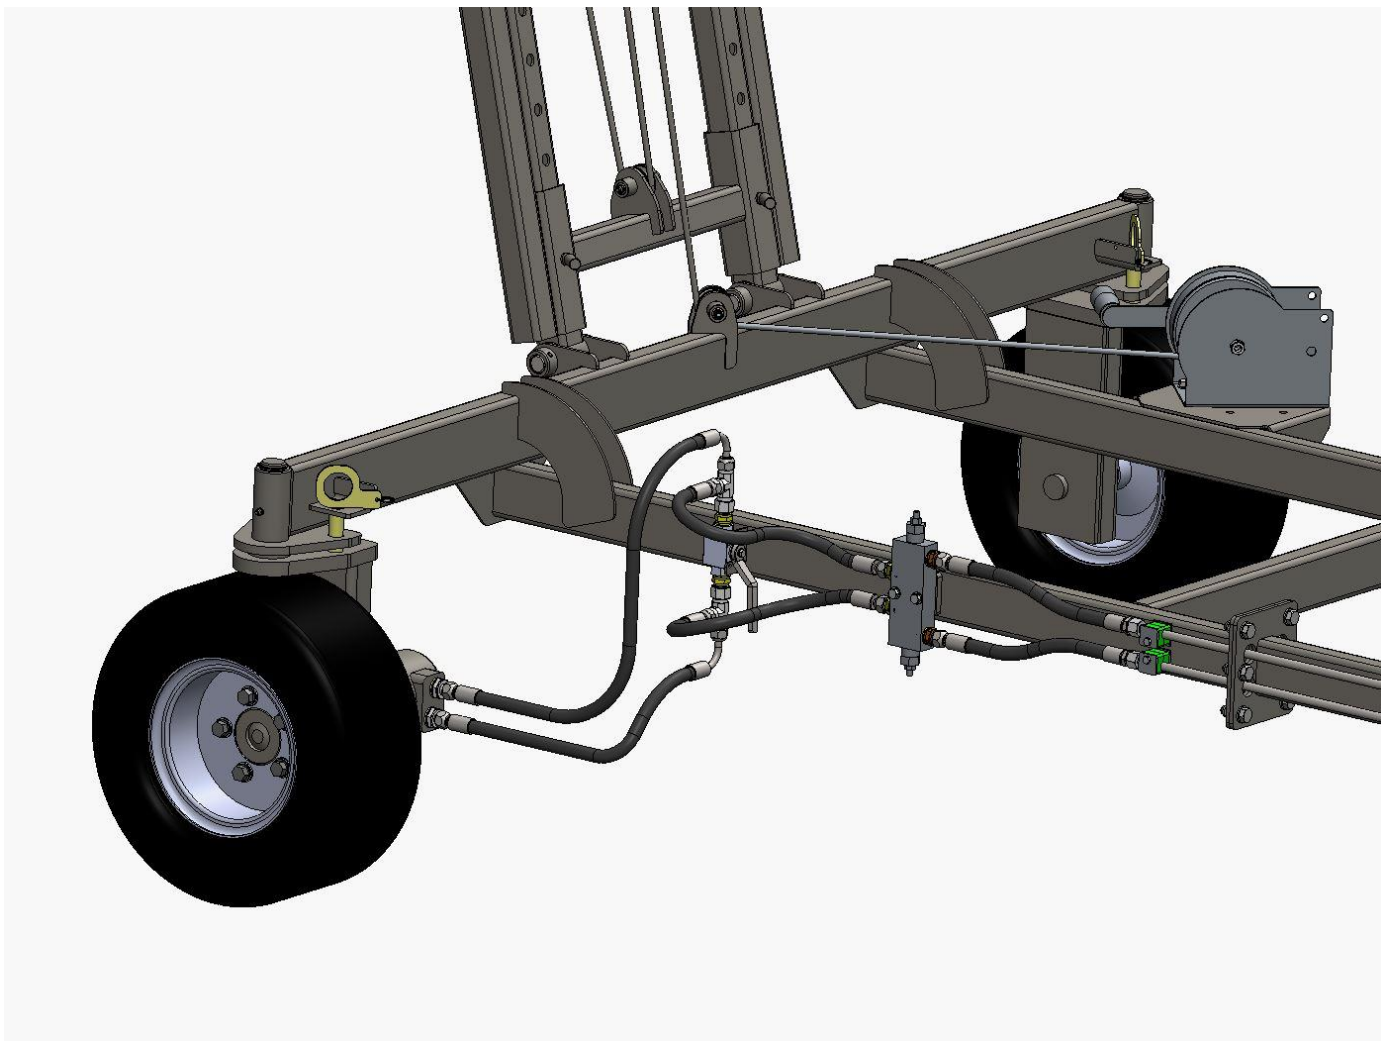

Рис. 8.
3. Поверните колеса конвейера прямо и зафиксируйте их с помощью стопорных штифтов, как показано на рис. 8.
4. Поверните кран (рис. 8) в нижнее положение, чтобы гидравлическое масло свободно текло в гидравлический мотор колеса.
Решетку можно зафиксировать в 4 различных положениях, изменяя отверстия, в которые вставлены винты (с обеих сторон) рис. 8А. Угол наклона пластины для удаления мусора изменяется с помощью цепных петель.
Рис. 8а.